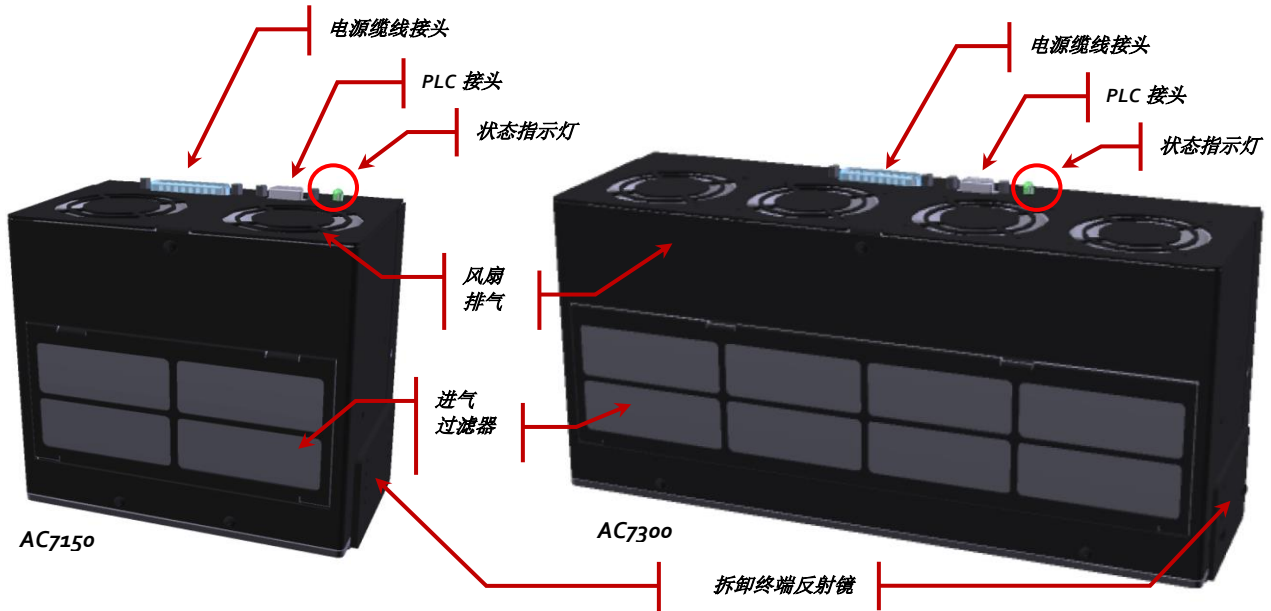

图 1 紫外线 LED 照射头连接端口（附注更多功能）
3. 按图 1 - AC8300 所示，将电源线公端连接到电源装置，电源线母端连接到紫外线 LED。
6. 将 PLC 电线公端连接到紫外线 LED 头（见图 1）。
此紫外线 LED 和温度传感器通过控制台上启动的 LED 灯目三 面速除 速秒速除传感器按钮 (见图 1)
为了改善紫外线固化区域终端的纵向均匀度,AC7系列产品配有可调节的终端反射镜(参见图1)。这些反射镜可以每次降低10mm,当全面延伸至30mm作业距离时提供约15mm的延伸使用长度。它们在为操作人员提供额外的紫外线屏障方面也非常有用。